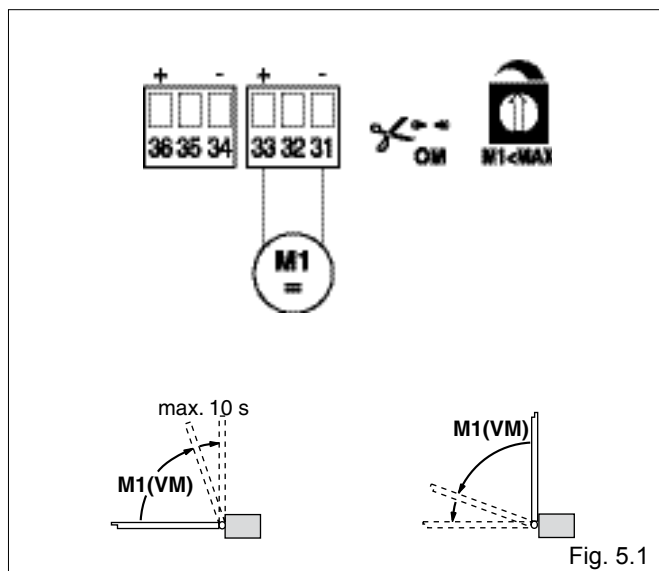

Fig. 5.1
- (Fig. 5.1) **Gebruik zonder eindeloop schakelaars**